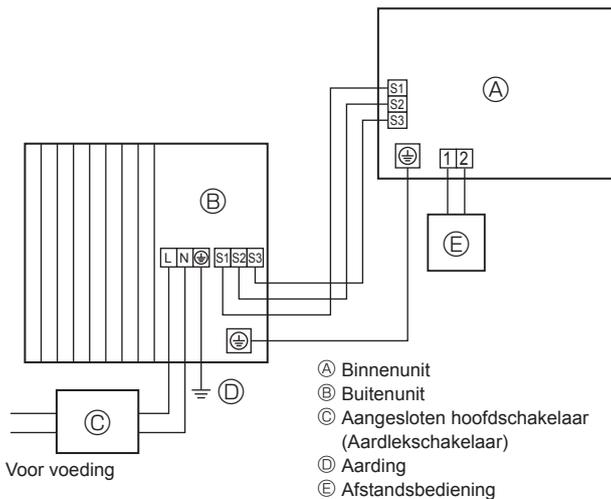
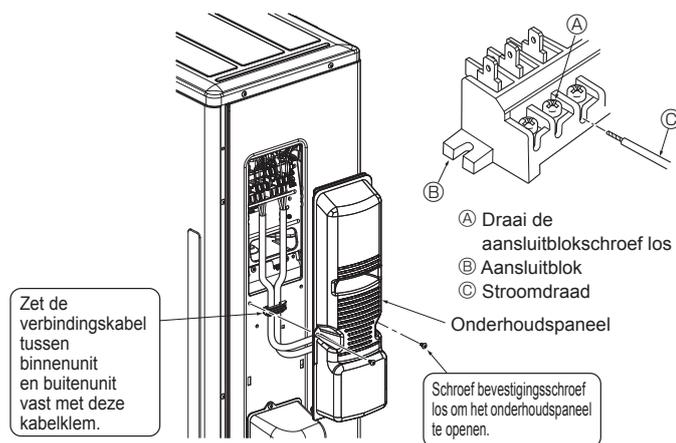
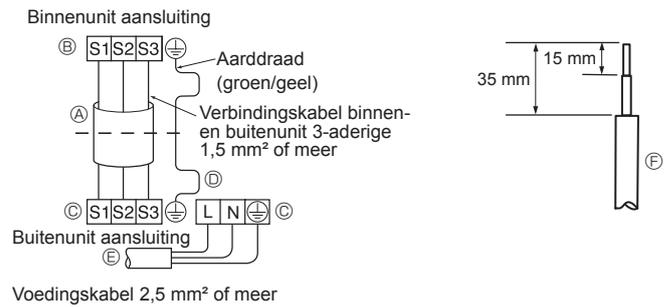

Fig. 6-1
Fig. 6-3
Fig. 6-2
### 6.1. Buitenunit (Fig. 6-1, Fig. 6-2, Fig. 6-3)
- ① Verwijder het onderhoudspaneel.
- ② Sluit de kabels aan volgens Fig.6-1, Fig.6-2 en Fig. 6-3.
- Leg de bedrading aan zoals aangegeven in het diagram links onderaan. (Schaf de kabel ter plaatse aan) (Fig. 6-2)